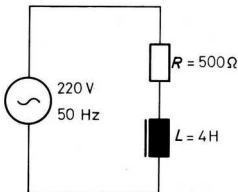

Bild 177
b) Zur Schaltung nach Bild 177 sollen folgende Werte bestimmt werden: